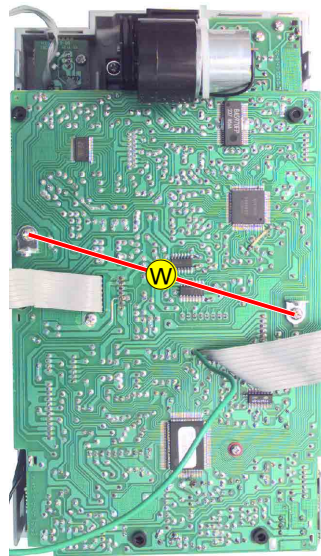

Fig. 13
- 2 Schrauben ⑦ (Fig. 13) herausdrehen.
- Undo 2 screws ⑦ (Fig. 13).